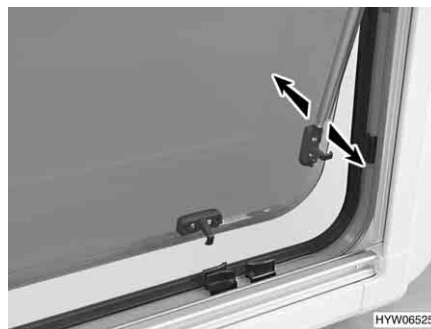

Fig. 36 Finestra apribile con deflettore automatico
- Aprire la finestra apribile fino al punto di arresto desiderato. Il deflettore automatico (Fig. 36) si innesta automaticamente in posizione.